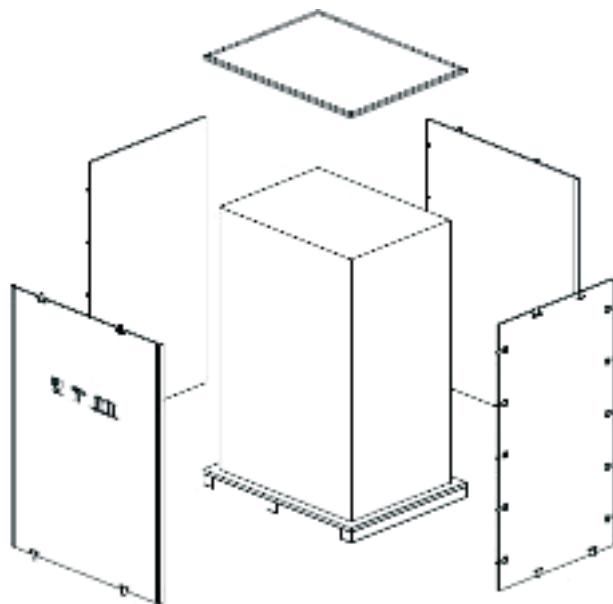

Рисунок 2-4. Демонтаж транспортной упаковки
3. Демонтируйте сначала верхнюю крышку деревянной упаковки со стальным кантом с помощью гвоздодера и клещей, а затем боковые стенки (см. рисунок 2-4).